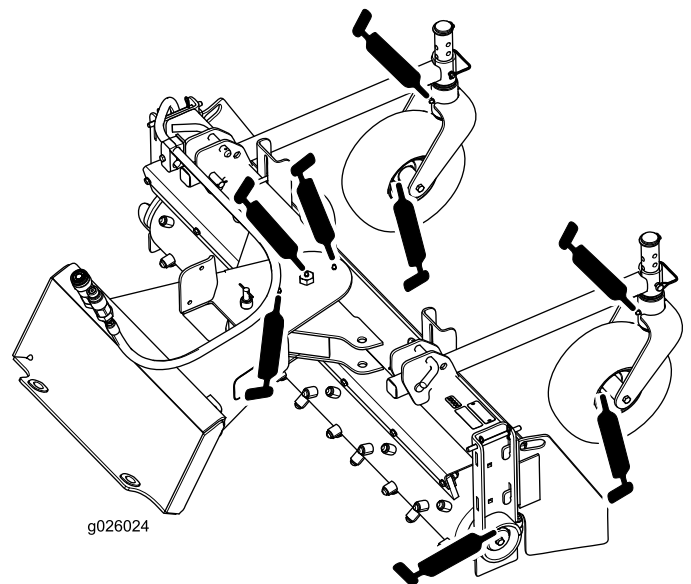
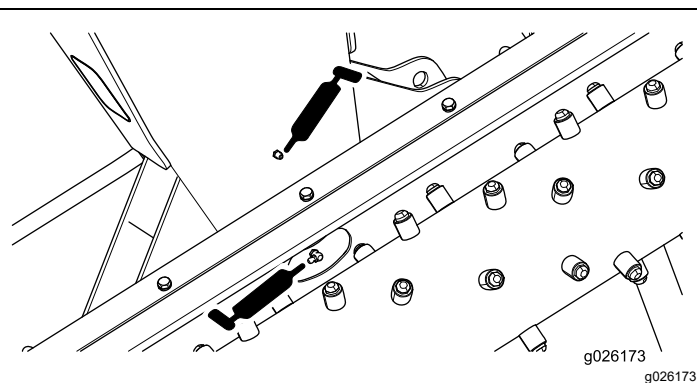

Figura 11
Figura 12
4. Aplicați cantitatea necesară de unsoare pe fittingurile de lubrifiere (Figura 11 i Figura 12).